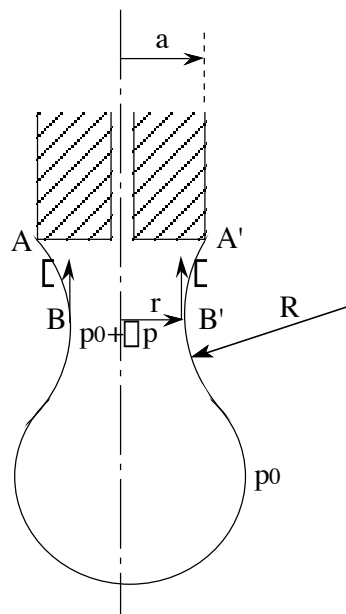

Figure 7.
- la surpression de Laplace due aux deux rayons de courbure de la gorge $\Delta p = \sigma(1/r - 1/R)$ s'exerçant sur la surface πr^2 (force $\Delta p \pi r^2$ dirigée vers le bas), où r est le rayon du cercle de gorge et R le rayon de courbure dans le plan méridien (figure 7):
Remarque : si le liquide est parfaitement non mouillant, il faut remplacer le rayon externe a du tube par son rayon interne, car le liquide ne s'étale pas sur l'extrémité solide AA' (figure 7) mais reste confiné au niveau de l'orifice.